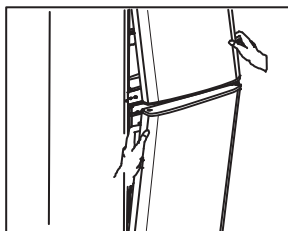

Рисунок 3.
- Приподнимите контейнер вверх с направляющих, чтобы вынуть (Рисунок 3)
3 - Отделите двери холодильной и морозильной камер от корпуса, потянув их на себя вместе со средним шарниром (Рис. 3).